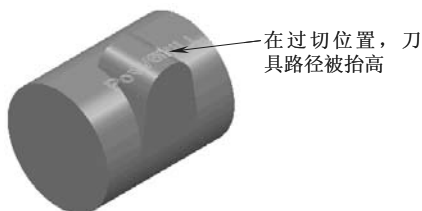

图 4-99 跟踪示意图
1) 跟踪：系统尝试计算底部位置的切削路径，在发生过切的位置会沿刀轴方向自动抬高刀具路径，保证输出刀具路径且使刀具既能切削零件而又不会发生过切，如图 4-99 所示。